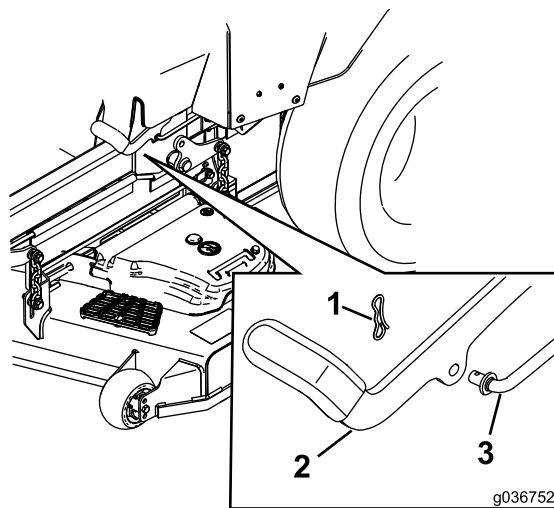

Рисунок 58
6. Если необходима регулировка, выключите стояночный тормоз. Извлеките шплинт из оси тяги тормоза (Рисунок 58).